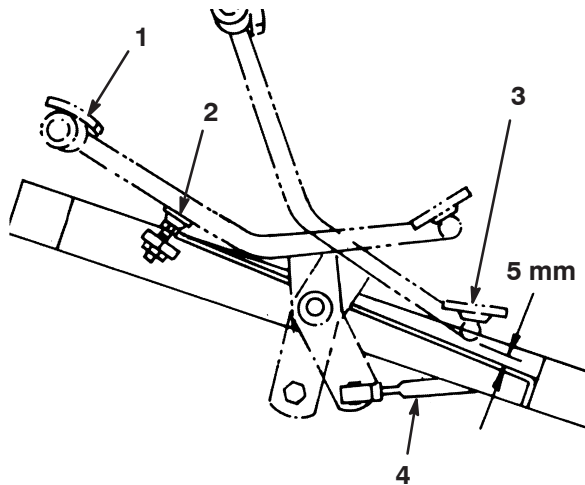

Bild 48
1. Drücken Sie das Fahrpedal ganz nach vorne durch, bis die Ventilschule im 5. Abschnitt vollständig herausgezogen ist. Dabei muss das Pedal den Pedalanschlag berühren (Bild 48).
2. Prüfen Sie die Entfernung zwischen der Unterseite des Pedals und dem Fußbrett, siehe Bild 48. Der Abstand sollte ungefähr 5 mm betragen. Sie müssen die Fahrstange einstellen, wenn der Abstand mehr oder weniger als 5 mm beträgt. Gehen Sie folgendermaßen vor:
- A. Entfernen Sie die Klemmmutter und das Kugelgelenk, mit denen die Schaltstange (Bild 48) an der Fahrwellen-Schwenkplatte befestigt ist.